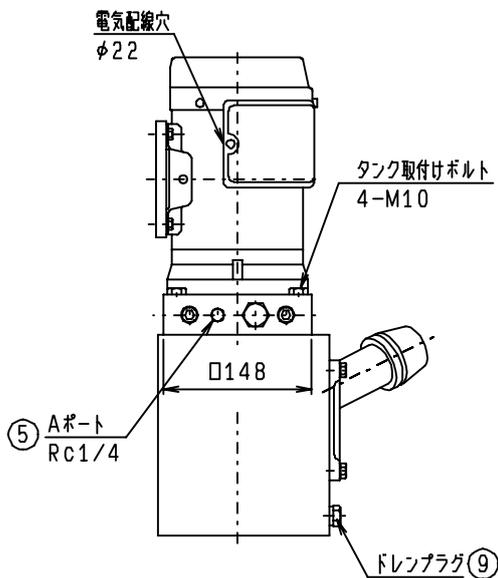

図3 左側面図
- (1) 本機はタンクを下側にして垂直に取付けて下さい。
- (2) モーターは全閉外扇形になっていますが、完全に密閉されていませんので屋外に取付けるときは、本機全体をカバーで覆って下さい。
- (3) 設置場所の環境は、通気性が良く、周囲温度10～40℃が理想的です。
- (4) 電源の配線は、電源側の端子を確実にビス止めし、端子箱のフタをして下さい。
- (5) 本機にはRc1/4の吐出ポート(図3、4参照)が2ヶ所あります。ここへ接続する配管材料はRc1/4を使用して下さい。他の部分の配管材料もRc1/4、又は、それ以上のものを使用して下さい。
- (6) 使用する配管材料は、十分にフラッシングしたものを使用して下さい。
- (7) 配管材を接続する時は、漏れ防止のためシールテープ等を使用し、ネジ込みトルクは30 N・m程度にして下さい。
- (1) 長時間使用により油漏れなどのため、作動油の最低油面のLレベル以下になった時は、作動不良の原因となりますので新油を補給して下さい。
- (2) 実使用时间約1000 hr 毎に、油の劣化による特性や寿命の低下防止のために全部の油を新油と交換して下さい。油を抜く時はドレンプラグ (図3参照) をスパナで取り外して行って下さい。